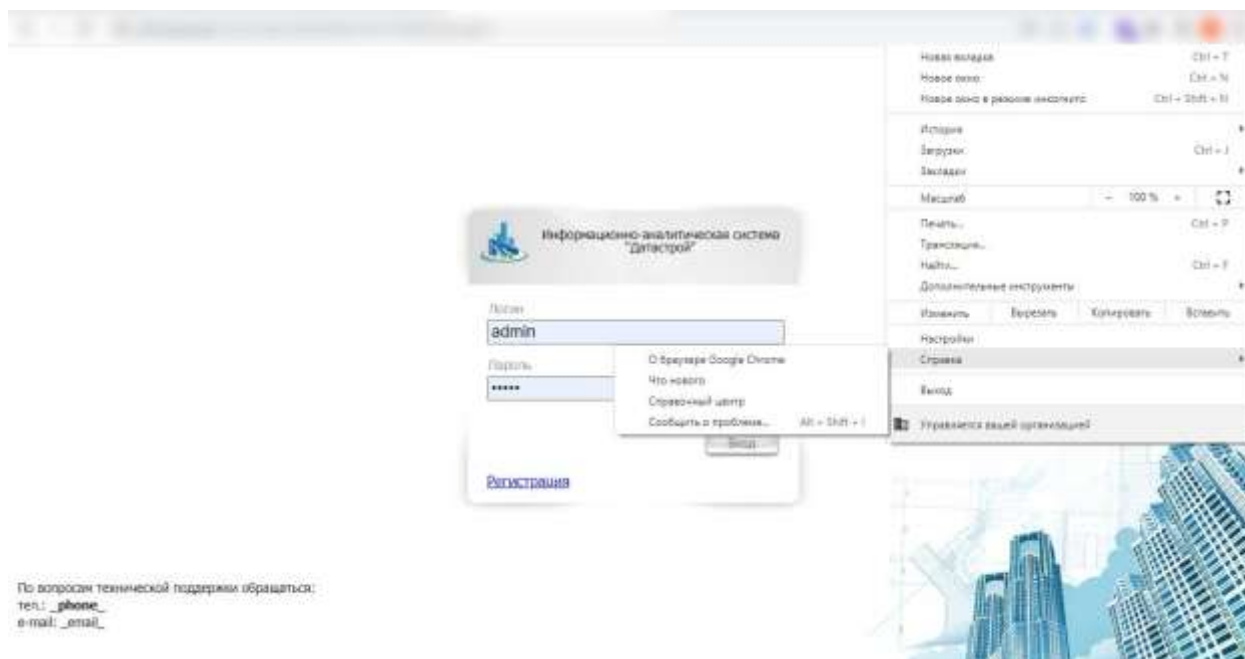

Рис. 1. Проверка версии браузера
- 2) проверить версию браузера (Рис. 1);
На Рис. 1. **Проверка версии браузера** представлен способ проверки версии браузера для Google Chrome.